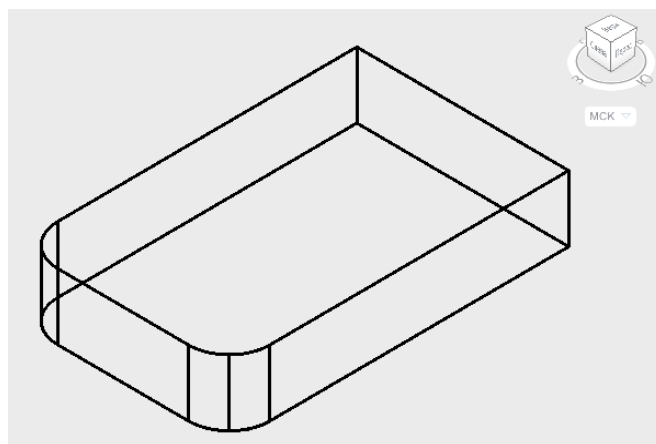

Рисунок 10.2 – Побудова заокруглень ребер призми
1. Виконати заокруглення на підставі деталі з використанням команди Сполучення, рис. 10.2.